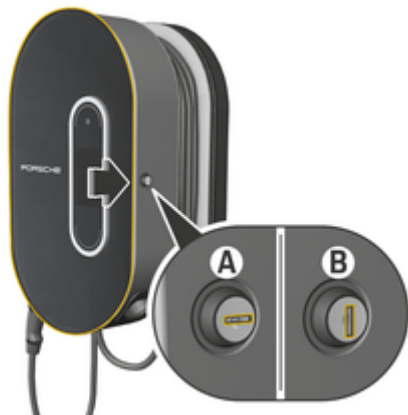

図. 19: ポルシェ充電ドック
- ▶ ロックを **A** (図. 19) の位置に回してください。
- ▶ ロックを **B** (図. 19) の位置に回してください。